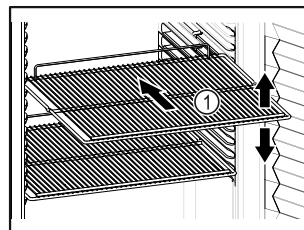

Fig. 58
- Wenn Abstellroste Fig. 58 (1) versetzbar sind, je nach Höhe anpassen.